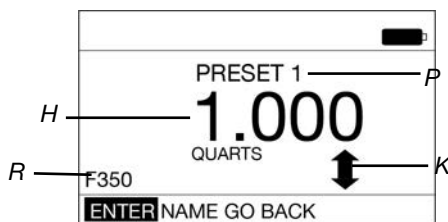

FIG. 46
2. Aparecerá la pantalla que se muestra en la FIG. 46.
- P TÍTULO DE PREAJUSTE:** identifica qué opción de preajuste se está configurando. El ejemplo de la FIG. 46 muestra PRESET1. Esto significa que está configurando los parámetros de PREAJUSTE para el PRESET1 de la lista.
- R NOMBRE:** información adicional sobre el PREAJUSTE, como el tipo de motor o marca de vehículo/modelo, tipo de fluido, etc. El ejemplo que se muestra en la FIG. 46 muestra F350 en el campo NOMBRE de la pantalla de PRESET1.
Asegúrese de que el botón INTRO esté resaltado en la esquina inferior izquierda de la pantalla (FIG. 46).
1. Use la flecha ARRIBA o ABAJO del teclado para aumentar o reducir la CANTIDAD DE PREAJUSTE (H) (FIG. 46).
1. Use la flecha DERECHA del teclado para resaltar Nombre (NAME) (FIG. 46). Pulse de nuevo el botón INTRO del centro del teclado para seleccionar NOMBRE.